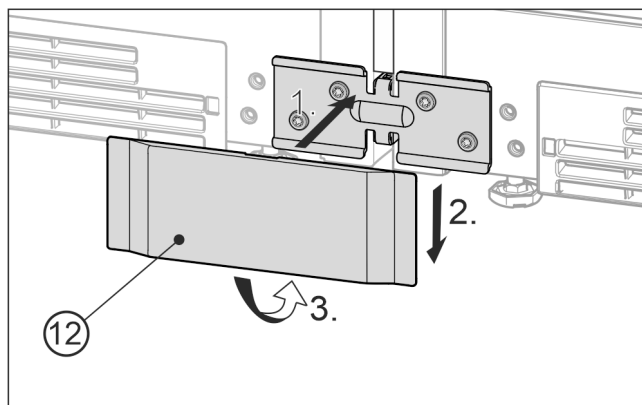

Fig. 25 Représentation à titre d'exemple
- Poser le cache Fig. 25 (12) inférieur de devant sur l'équerre Fig. 25 (1), exercer une pression vers le bas Fig. 25 (2) et encliqueter en bas Fig. 25 (3).